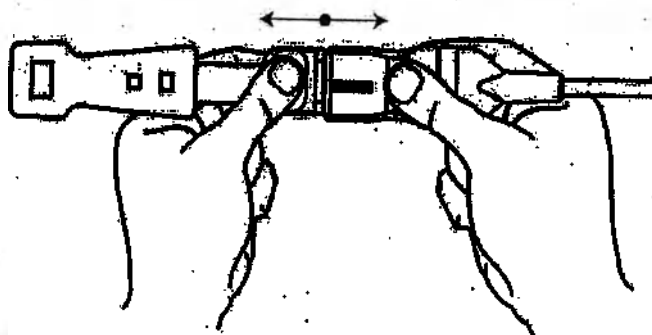

Рисунок 24. Отсоединение сенсора от предусилительного кабеля.
2. Крепко сжать конец соединителя сенсора и аккуратно вынуть его из соединителя предусилительного кабеля (Рисунок 24).